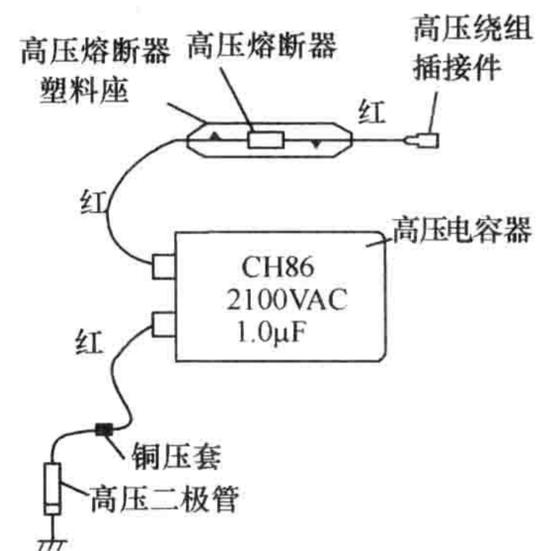

图 1-3 倍压整流组件
(1) 先将高压电容器放电。
(2) 拧出高压电容器支架螺钉,再拧出高压二极管螺钉,拔出高压绕组插接件,取出倍压整流组件。倍压整流组件如图 1-3 所示。
(3) 打开高压熔断器塑料座,取出坏的高压熔断器,换入 5kV、0.8A 高压熔断器。
(4) 剪掉铜压套,换入型号为 T3512(H37) 的高压二极管,用铜压套压牢接头或焊牢接头。